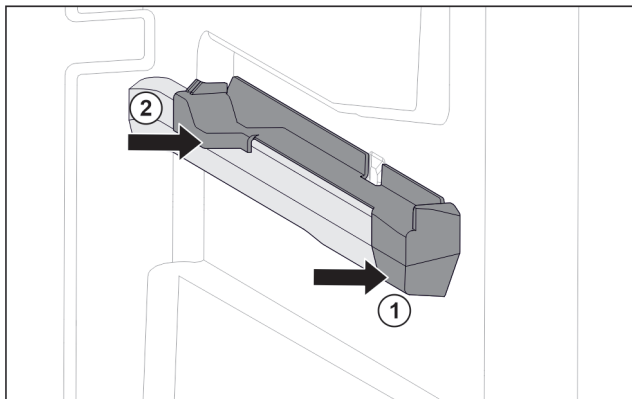

Fig. 132 Вставная часть на правом контейнерном ребре
- ▶ Наденьте вставную часть спереди на контейнерное ребро. Fig. 132 (1)
- ▶ Нажмите на вставную часть сзади. Fig. 132 (2)